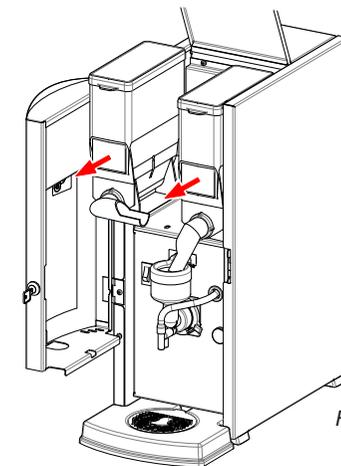

Fig. 25
- Retirez le(s) bac(s) de l'appareil en tirant vers l'avant (fig. 25).